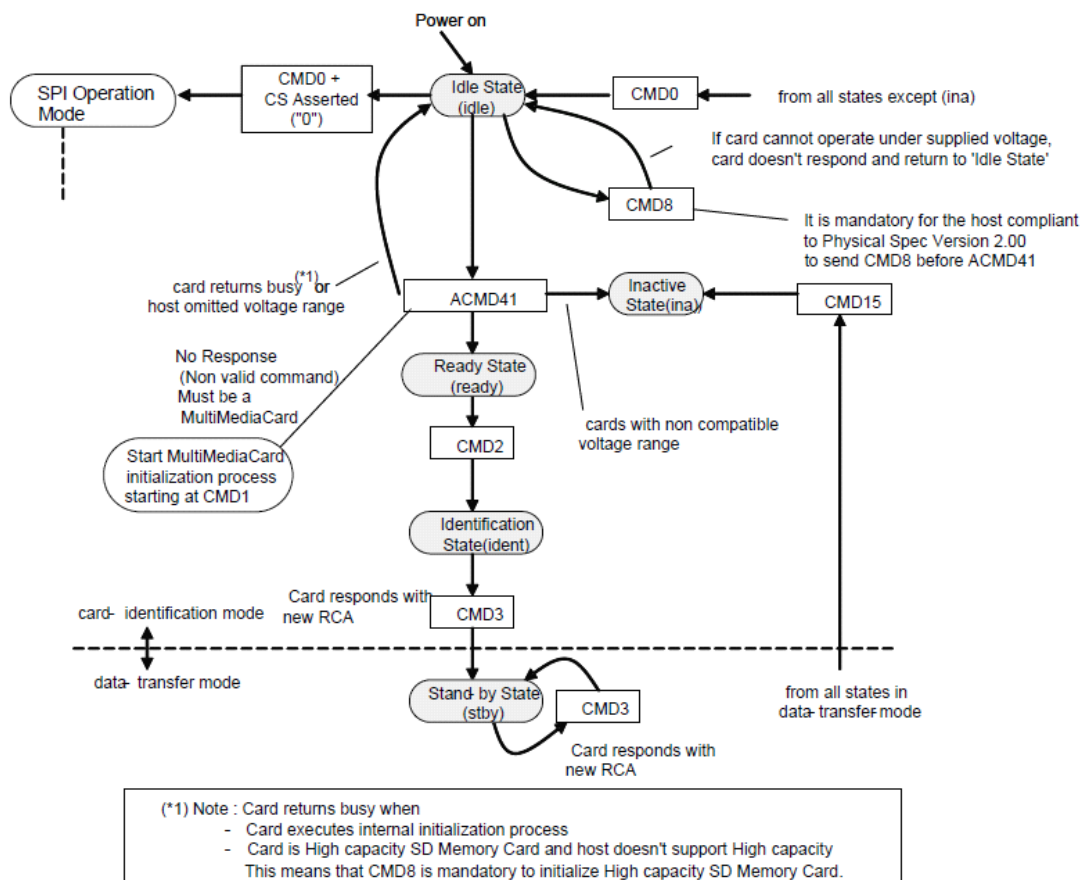
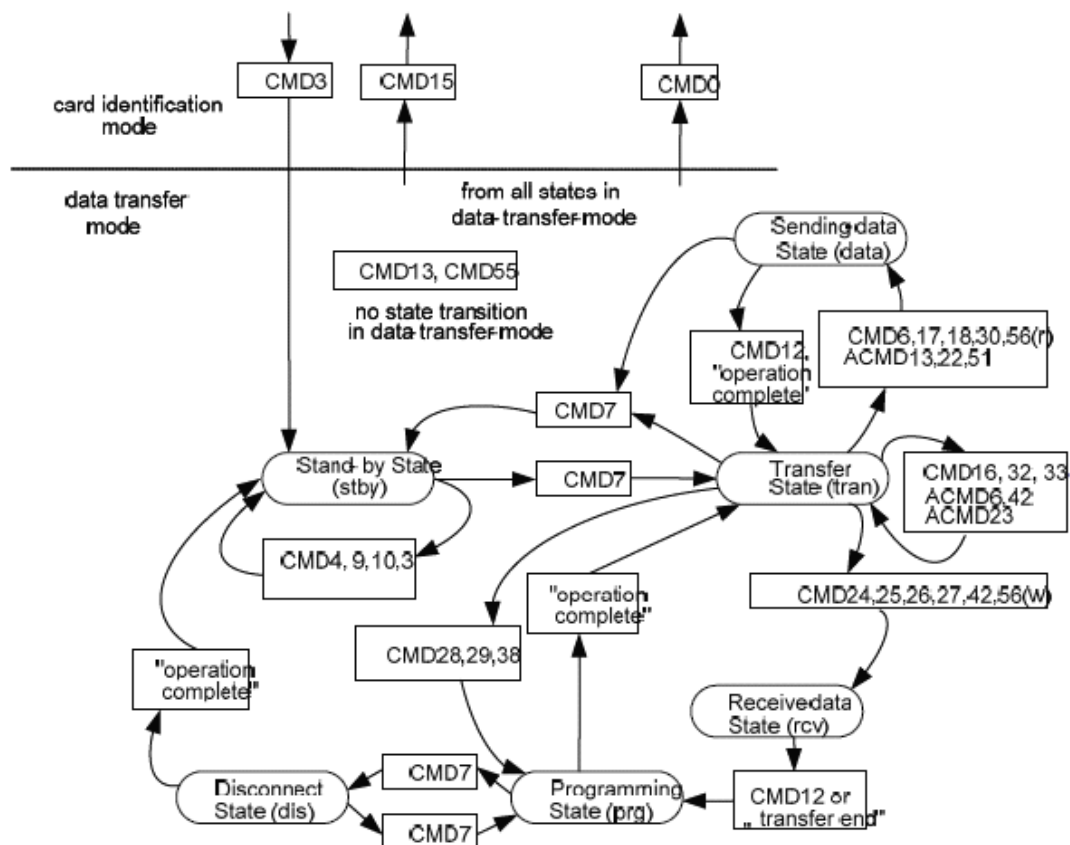

图 4-1: SD 记忆卡状态图 (卡识别模式)
Figure 4-3: SD Memory Card State Diagram (data transfer mode)
命令概述如图 4-1 卡识别模式和图 4-3 数据传输模式。列出命令表(表 4-18 – 表 4-27)。当前状态之间的关系，收到的命令，并按照状态列于表 4-28。在以下章节中，首先描述各种卡的运作模式，其次时钟信号的规定。所有 SD 卡命令，以及相应的反应，状态转换，错误条件和时间安排列在随后章节。
- 数据传输模式：卡首先进入数据传输模式 RCA。主机进入后，确定总线数据上所有卡。下表显示了与运作模式和卡关系。每个 SD 卡的状态图状态（见图 4-1），关联的操作模式：
如果该卡不能操作提供的电压，它没有任何反应，在空闲状态下停留。它是强制性 CMD8，为高容量 SD 卡初始化 ACMD41（见图 4-1）。CMD8 使卡到主机支持的物理层版本 2.00 及卡启用新的功能。
如果写入缓冲区满, 只要卡在编程 (见 SD 记忆卡的状态图图 4-3), 在 DAT0 线将保持在低电平 (繁忙)。